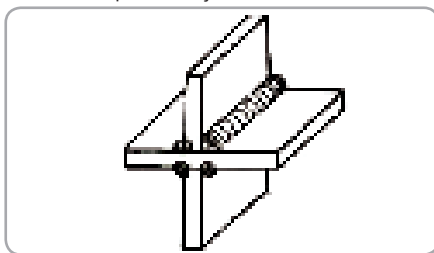

Fig.14
- **Îmbinări în cruce (fig. 14):**